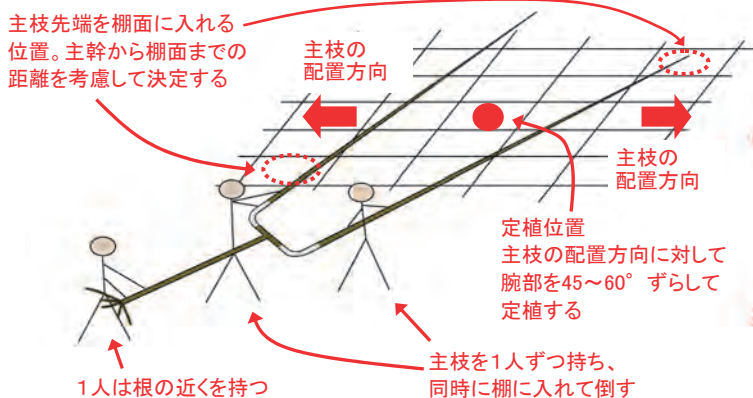
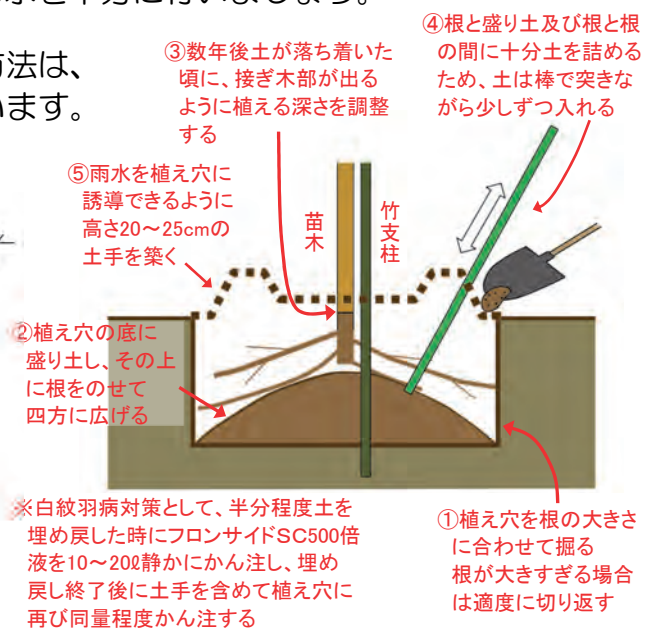

図13 大苗を棚面に入れる作業
図14 定植方法
- 大苗は3人の組作業で所定の棚面に入れ（図13）、定植します（図14）。